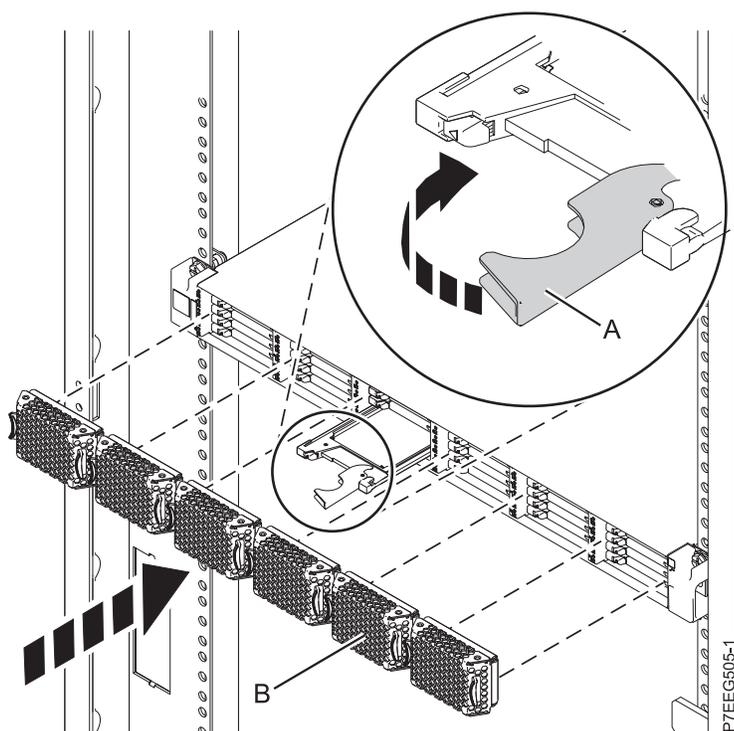

Figure 3. Installation d'une unité SSD dans le Boîtier de stockage PCIe 58/88
1. Avec la poignée en position déverrouillée, alignez l'unité SSD avec les rails de guidage dans le boîtier. Pour plus d'informations, voir figure 3, à la page 10.
5. Tournez la poignée (A) pour la mettre en position verrouillée.
6. Installez le panneau (B).